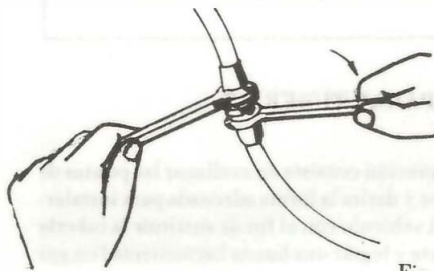

Fig. 1
En los frenos de campana o tambor la superficie quieta está constituida por las zapatas (fig. 1). La campana lleva el movimiento de la rueda, de tal manera que al presionar contra ella las zapatas, la rueda se detiene.
- a. Desconecte los racores y niples utilizando dos llaves de boca fija, de acuerdo con el diámetro exterior del racor o niple (fig. 1).